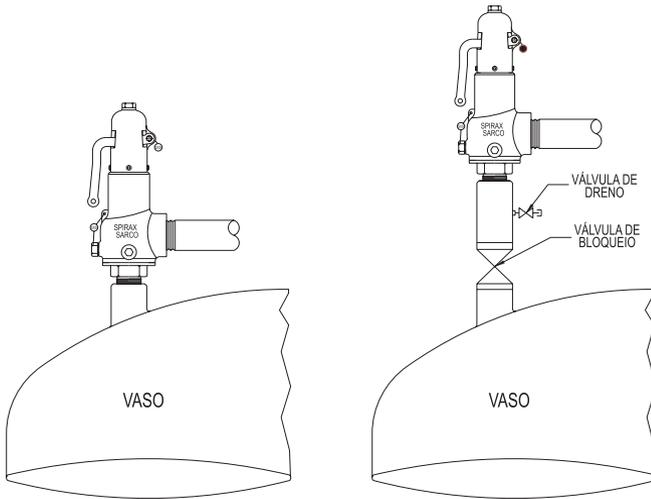

Figura 03
- As Válvulas de Segurança devem ser instaladas na posição vertical em pé ($\pm 1^\circ$) diretamente sobre o equipamento protegido, em uma tubulação de diâmetro nominal igual ou maior que diâmetro de entrada das válvulas, e de comprimento não superior as dimensões de face a face de um tê-padrão da classe de pressão aplicável. Deve-se evitar cantos vivos nos trechos desta tubulação (Figura 03).